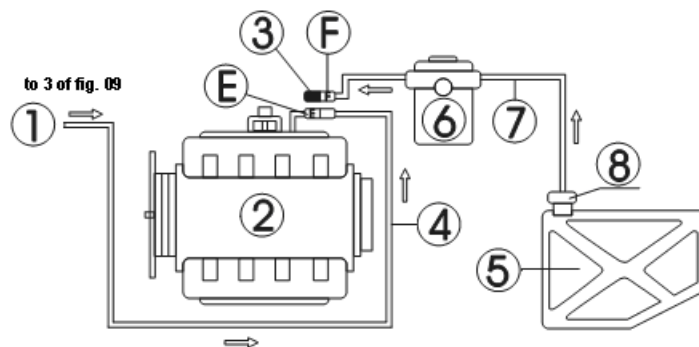

Рис. 10
Подключение шлангов двигателя без возвратного шланга, как показано на Рис. 10.
- 1) Отсоединить шланги подачи топлива (E, F) топливной системы двигателя (при отсоединении соединителя обернуть его куском ткани), и затем подобрать необходимый соединитель и подсоединить его к концу шланга E. Снова подсоединить топливный выпускной шланг установки и подвесить шланг возврата топлива. См. Рис. 10.
- 2) Закрыть другой конец отсоединенного конца шланга (F) надлежащей заглушкой, (использовать в том случае, если топливный насос имеет только функцию возврата топлива) или снять предохранитель топливного насоса, или отсоединить кабель питания топливного насоса.